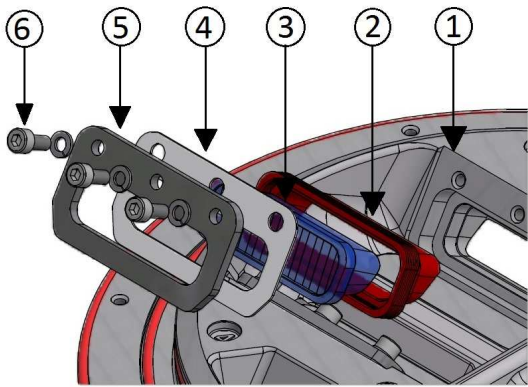

Figura 24 – Junta del Prisma
- junta del prisma montada entre el prisma y la tapa (Figura 24- n°2).